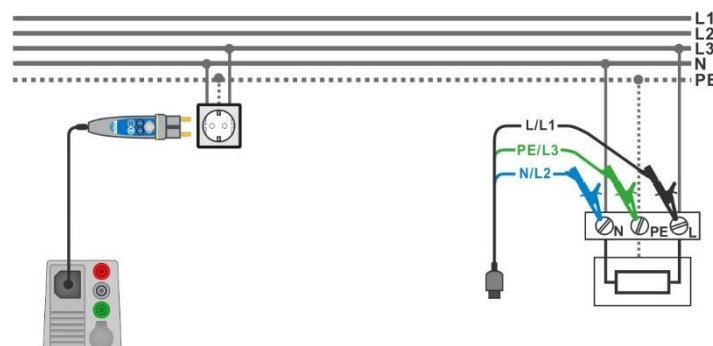

Abbildung 7.40: Anschluss des Commander-Prüfsteckers und des 3-Leiter Prüfadapters
- Schließen Sie den 3-Leiter Prüfadapter oder den Commander-Prüfstecker am Prüfling an, siehe **Abbildung 7.40.**